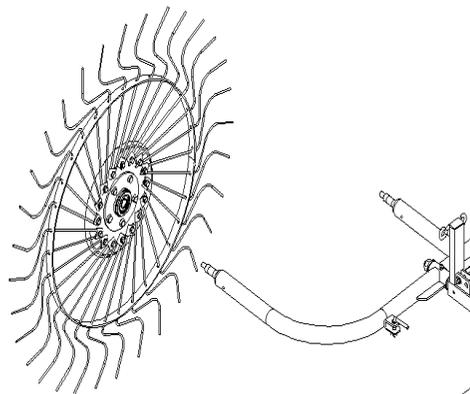

Рис.4. Установка колёс на ось.
- Установить колеса ворошилки на оси колёсной рамы как показано на рис. 4. Изгиб спиц должен располагаться в одну сторону.